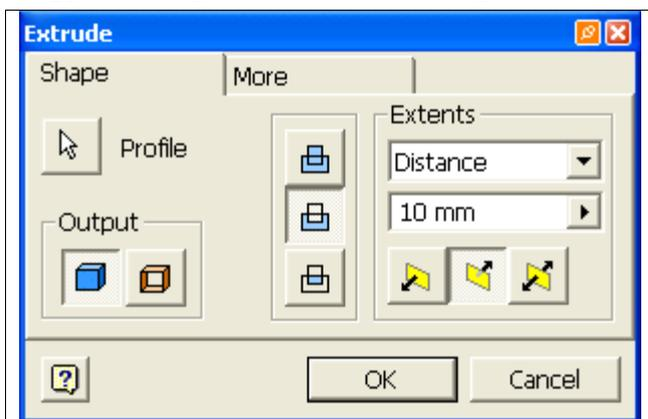

Рис. 8. Диалоговое окно **Extrude**.
6. Выберите команду **Extrude**  из инструментальной палитры. Переместите курсор в созданную окружность и щелкните кнопкой мыши. В диалоговом окне **Extrude** (рис. 8.) нажмите кнопку **Cut** . Появится динамический образец прорези.